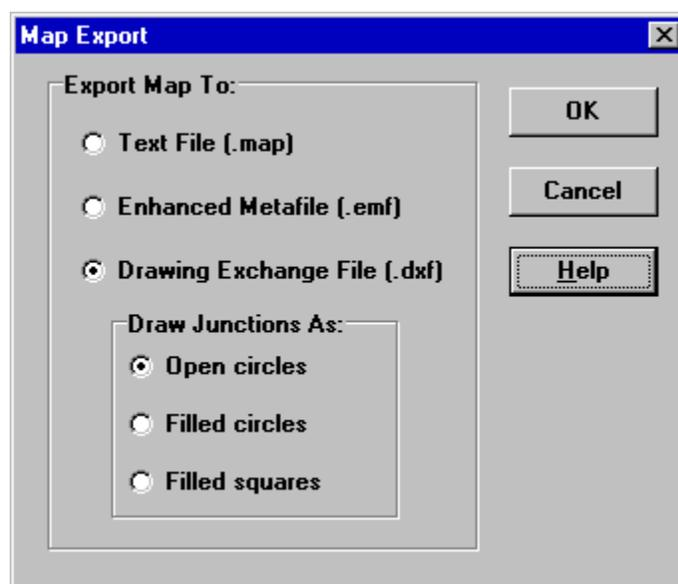

Fig. 11.2: cuadro de diálogo Map Export (Exportar mapa).
2. En el cuadro de diálogo Map Export (Exportar mapa) que aparece (consulte la fig. 11.2), seleccione el formato en el que desea guardar el mapa